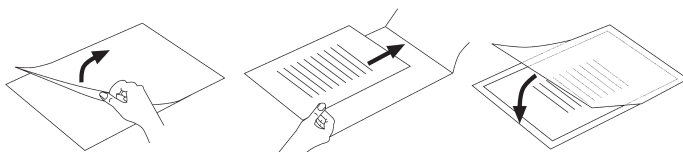

Fig. 2
- Vær opmærksom på, at du udelukkende anvender en folie til laminering. Klap den op på forhånd som vist på fig. 2.
- Vær opmærksom på, at du udelukkende anvender en folie til laminering. Klap den op på forhånd som f.eks. vist på fig. 2.